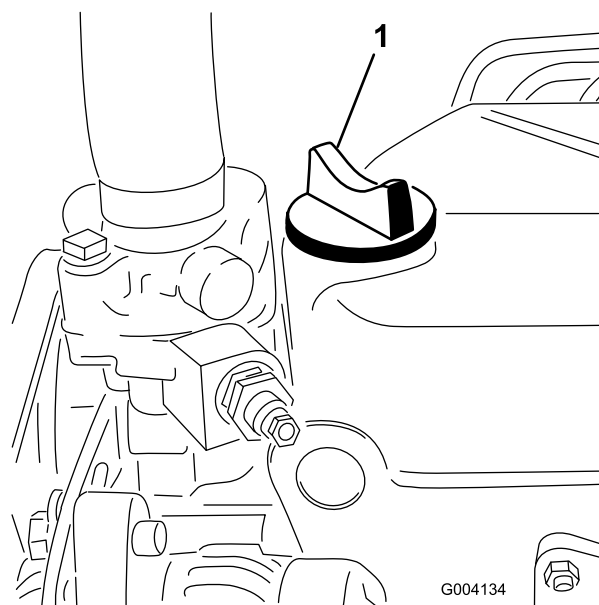

Figura 31
5. Se o nível de óleo se encontrar abaixo da marca FULL (Cheio) da vareta, retire a tampa de enchimento (Figura 31) e adicione óleo até que o nível atinja a marca FULL.